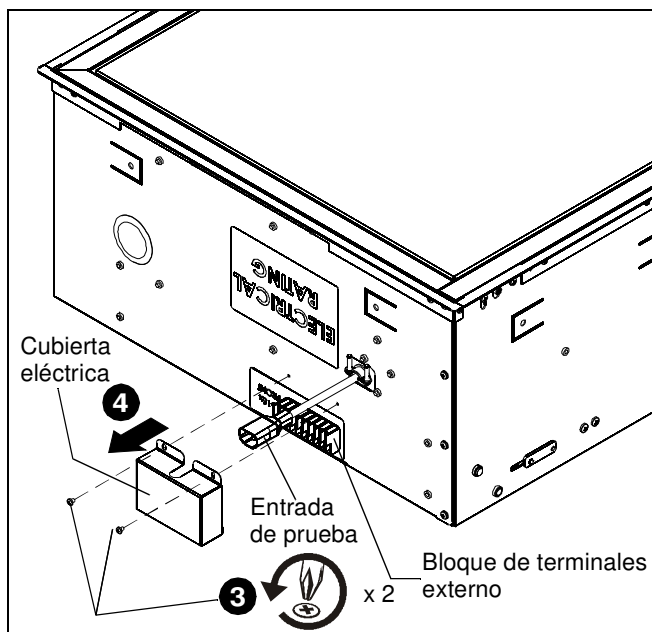
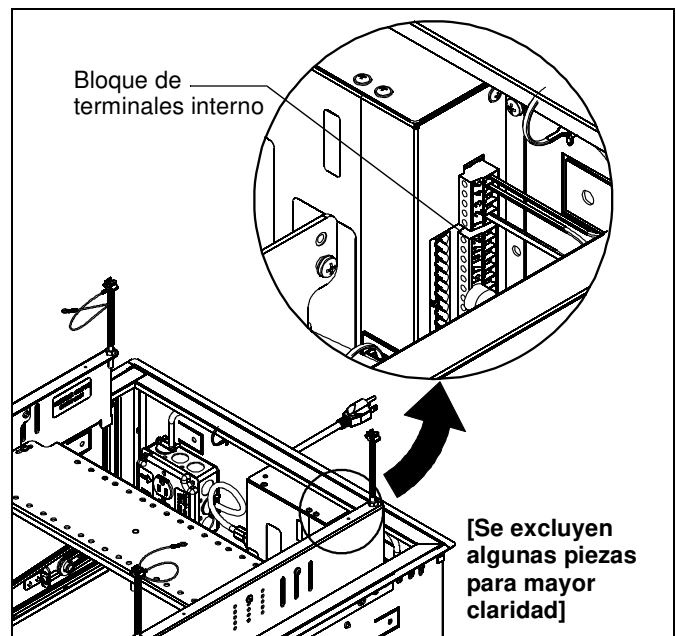

Figura 2
Figura 4
3. Quite y guarde los dos tornillos que sujetan la cubierta eléctrica. (Consulte la Figura 2).
4. Quite la cubierta eléctrica. (Consulte la Figura 2).
NOTA: Consulte la ubicación del bloque de terminales externo en la Figura 2. Consulte la ubicación del bloque de terminales interno en la Figura 4.